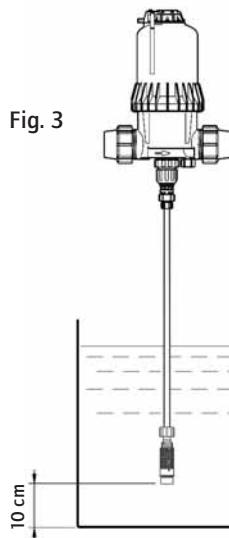

Fig. 3
**i ATENCIÓN !** Dejar el filtro de aspiración a 10 cm del fondo del recipiente de solución para evitar aspirar las partículas no solubles que puedan dañar el cuerpo dosificador (Fig. 3).